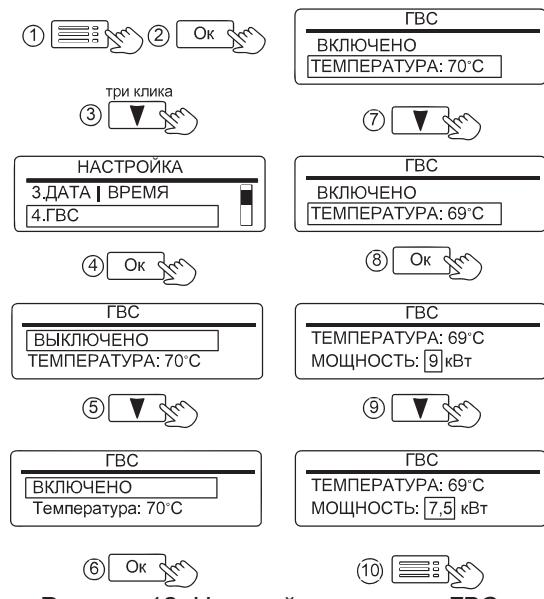
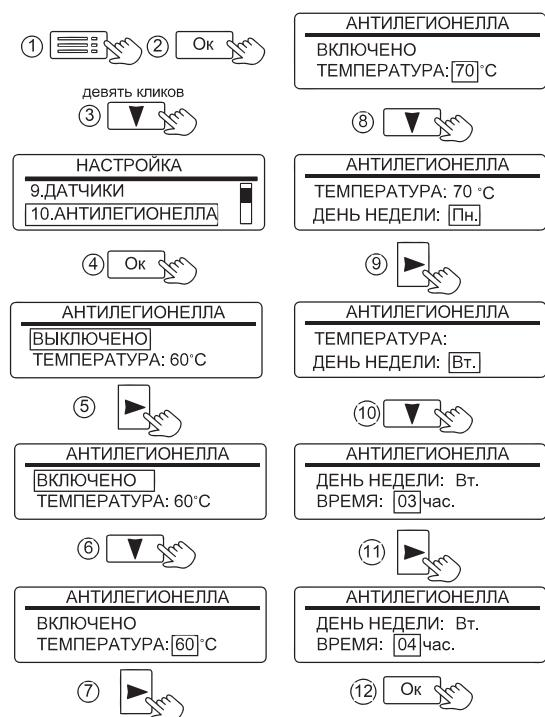

Рисунок 12. Настройка режима «ГВС»
Рисунок 14. Настройка времени включения режима «ЛЕГИОНЕЛЛА»
Активация режима «ГВС» и настройка температуры горячей воды показана на рис. 12. Начальная заводская настройка температуры горячей воды - 70°C. При активированном режиме отображается как «ГВС» (см. рис. 5), при выключенном режиме, неисправном или отключённом датчике отображается как ГВС. В подменю «ГВС» предусмотрена настройка ограничения мощности ТЭН. Данную настройку рекомендуется применять при неисправности «ПЕРЕГРЕВ КОТЛА» возникающей
В любой воде существует возможность развития бактерий легионеллы. Чтобы исключить угрозу отравления водой, получаемой из косвенного водонагревателя, прибор имеет режим «АНТИЛЕГИОНЕЛЛА». Режим автоматически активируется при подключении NTC-датчика температуры к плате контроллера и включения режима «ГВС» (см. рис. 12). При отключении NTC-датчика – режим деактивируется и меню «АНТИЛЕГИОНЕЛЛА» (см. рис. 14) не доступно для Пользователя. Если режим активирован - каждую неделю, в установленное время выполняется нагрев воды в косвенном водонагревателя до значения, установленного в настройках прибора -
см. рис. 14 (заводская настройка – 60°C). Температура поддерживается в течении десяти или пяти минут, в зависимости от установленного значения. Во время нагрева вместо надписи «ГВС» отображается значок «60°» (см. рис. 13).
Заводская настройка времени включения нагрева – Понедельник, 03:00. Имеется возможность изменения времени включения и значения температуры нагрева (см. рис.14).
Перед активацией режимов «АНТИЛЕГИОНЕЛЛА» и «ГВС» рекомендуем уточнить максимально-допустимую температуру нагрева воды в бойлере. Для предотвращения риска причинения вреда здоровью и поломки оборудования, значения температурных уставок в режимах «ГВС» и «АНТИЛЕГИОНЕЛЛА» должны быть меньше максимально-допустимой температуры нагрева воды в бойлере. При необходимости уменьшите значения уставок (см. рис. 12, см. рис. 14).
11.1.4 «4.ГВС» - установка состояния режима «ВКЛЮЧЕНО / ВЫКЛЮЧЕНО». Индикация «ВКЛЮЧЕНО» означает разрешение на работу режима ГВС. Индикация «ВЫКЛЮЧЕНО» запрещает работу режима «ГВС» (см. рис. 12).